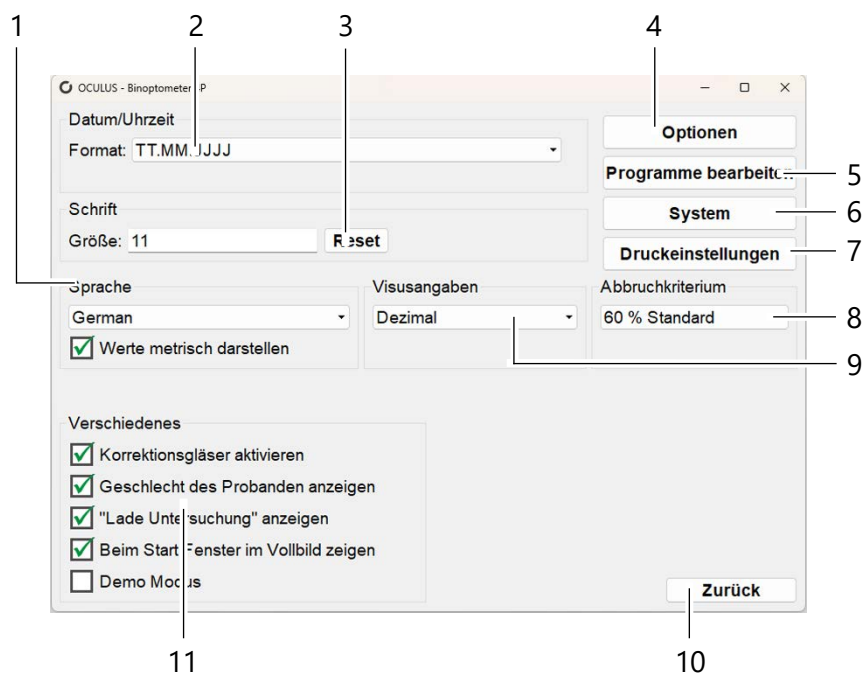

Abb. 25: Bildschirm „Einstellungen“
Gruppenfeld „Sprache“ (Abb. 25, Seite 38, Pos. 1):
Gruppenfeld „Datum/Uhrzeit“ (Abb. 25, Seite 38, Pos. 2):
Gruppenfeld „Schrift“ (Abb. 25, Seite 38, Pos. 3):
Gruppenfeld „Visusangaben“ (Abb. 25, Seite 38, Pos. 9):
Gruppenfeld „Abbruchkriterium“ (Abb. 25, Seite 38, Pos. 8):
Gruppenfeld „Verschiedenes“ (Abb. 25, Seite 38, Pos. 11):
- ➔ Drücken Sie die Schaltfläche [Optionen] (Abb. 25, Seite 38, Pos. 4). Der aktuelle Softwarestatus wird angezeigt. Halten Sie die Seriennummer (SN....) (siehe Typenschild) des Binoptometer® 4P bereit.
- ➔ Drücken Sie die Schaltfläche [Programme bearbeiten] (Abb. 25, Seite 38, Pos. 5). Sie können
- Drücken Sie die Schaltfläche [System] (Abb. 25, Seite 38, Pos. 6).